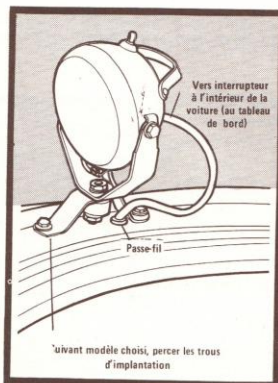

FIGURE 14
- Montage d'un projecteur orientable type police côté gauche (Fig. 14). Ce phare pourra être remplacé par une baladeuse intérieure (phare de 2 CV avec poignée).